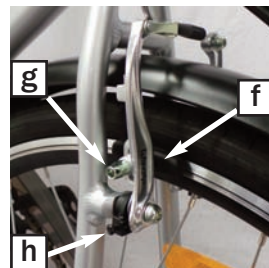

Abb. 13
Die Einstellung der V-Brakes ist an Vorder- und Hinterrad gleich. Zuerst müssen die Bremsschuhe **f** parallel zur Felge ausgerichtet werden (siehe Abb.13):
1. Zum Einstellen des Abstands an der Schraube **h** drehen (siehe Abb. 13).